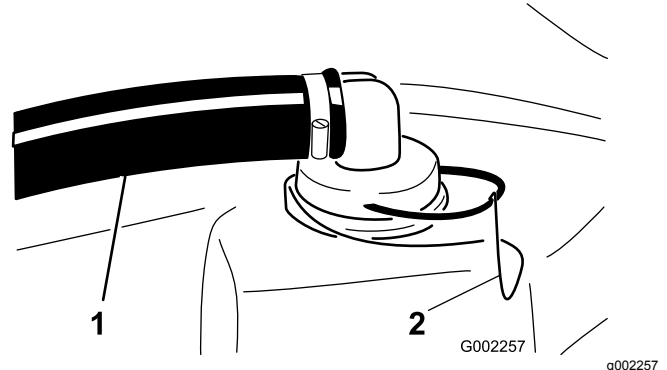

Figura 41
2. En la parte superior del depósito de fumigación, retire la horquilla de retención que sujeta el acoplamiento que está conectado a la manguera grande y al alojamiento del filtro (Figura 41).
3. Retire la manguera y el acoplamiento del alojamiento del filtro (Figura 41).